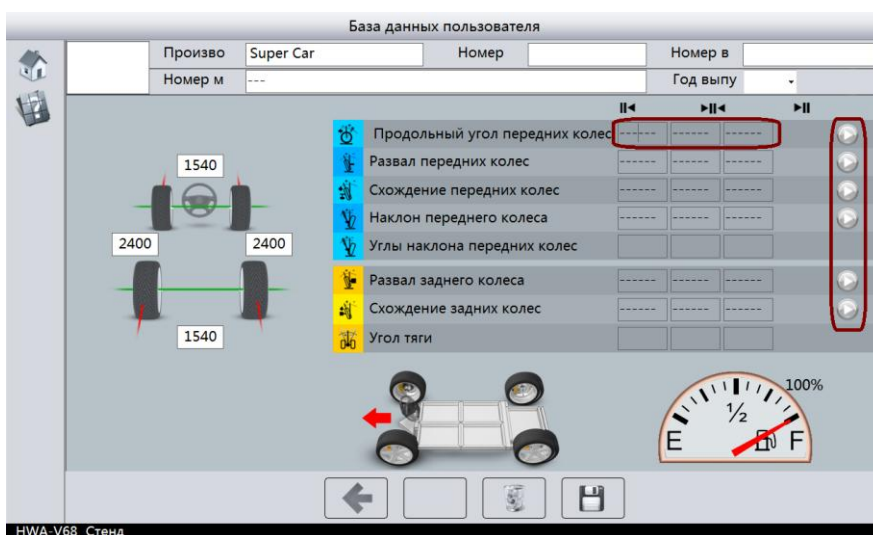

Рис. 15
2. Добавление данных. Выберите пункт, информацию о котором хотите добавить. Дважды щелкните мышкой. Впишите информацию. Тут же можно увидеть, применимо ли это для выбранной модели или нет. Рис. 15